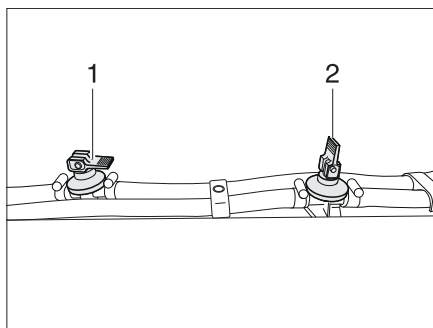

Fig. 247 Rubinetto di scarico
- Aprire tutti i rubinetti di scarico. A questo scopo posizionare verticalmente la leva a bilanciere (in Fig. 247,2).